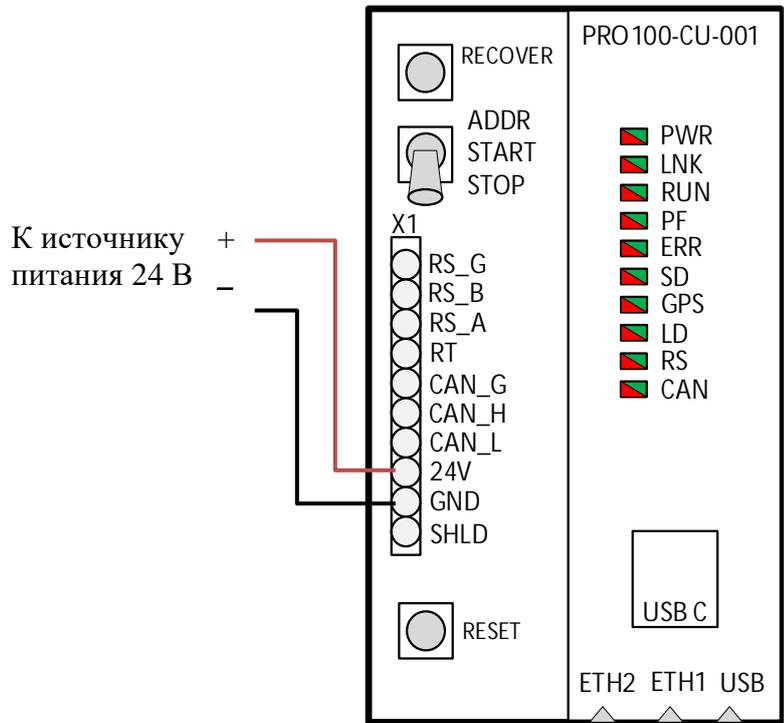

Рисунок 38 – Подача напряжения питания на общую электрическую шину через процессорный модуль
2.4.7 Подать напряжение питания 24 В постоянного тока на общую электрическую шину. Питание подаётся через процессорный модуль (рисунок 38).